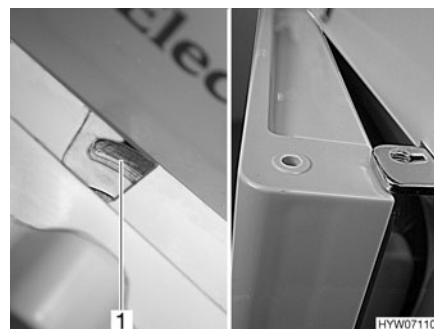

Fig. 152 Porte du réfrigérateur/du compartiment congélation en position de ventilation (Dometic Série 7 avec compartiment congélation séparé)
- Pousser le dispositif de verrouillage complètement vers la droite. La porte du réfrigérateur/du compartiment congélation est fixée à l'aide de l'arrêt de porte (Fig. 152,1). La porte du réfrigérateur/du compartiment congélation reste ainsi légèrement ouverte (Fig. 152).